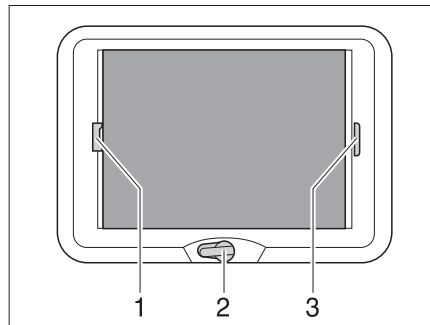

Bild 29 Kurbelhub-Dachhaube
*Öffnen:* ■ Die Handkurbel (Bild 29,2) drehen, bis Widerstand spürbar ist (max. Öffnungswinkel 70°).
*Schließen:* ■ Die Faltverdunklung am Griff (Bild 29,3) ziehen und an der gewünschten Position loslassen. Die Faltverdunklung bleibt in dieser Position stehen.
*Schließen:* ■ Den Insektenschutz am Griff (Bild 29,1) zum gegenüberliegenden Griff der faltverdarkung (Bild 29,3) ziehen und einrasten lassen.
*Öffnen:* ■ Den Griff des Insektenschutzes (Bild 29,1) hinten nach oben drücken und den Insektenschutz an der faltverdarkung (Bild 29,3) aushängen.